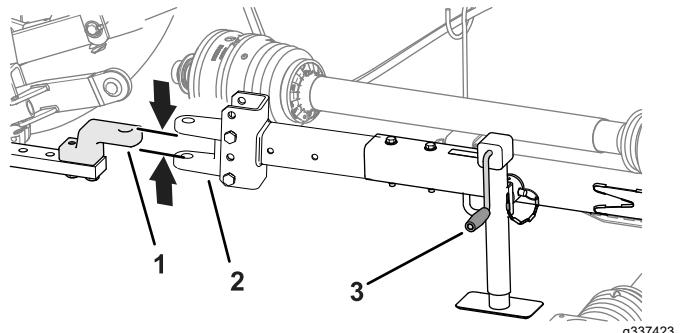

Figure 28
1. À l'aide de la manivelle, elevez ou abaissez le cric de la barre de remorquage et alignez la barre de remorquage sur la barre ou le crochet d'attelage (Figure 28).
3. Alignez la barre ou le crochet d'attelage du véhicule tracteur sur la barre de remorquage de la tondeuse (Figure 28).